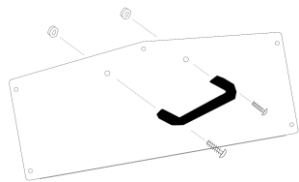

Fig.7
- Monte el asa de plástico en el panel real superior con los 2 tornillos y tuercas premontados en el asa (Fig 7).
Una vez completados con éxito todos los pasos anteriores, vuelva a colocar el panel trasero real superior (con el asa ya montada -Fig.7) y fíjelos con los 5 tornillos.